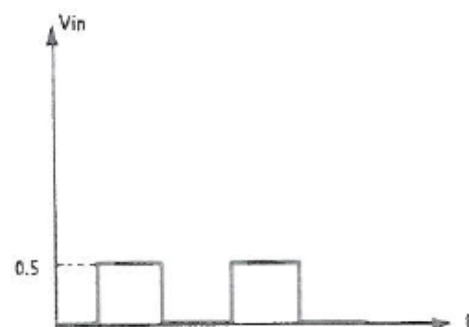

Fig. 5: Sinal de Entrada de Baixa Amplitude
33. Ajuste a tensão de entrada para 0,5V pico-a-pico, como ilustrado na Fig. 5.